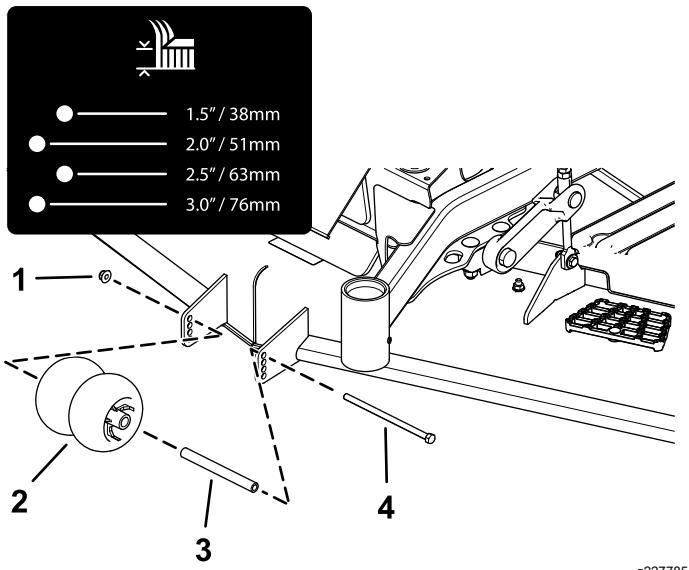
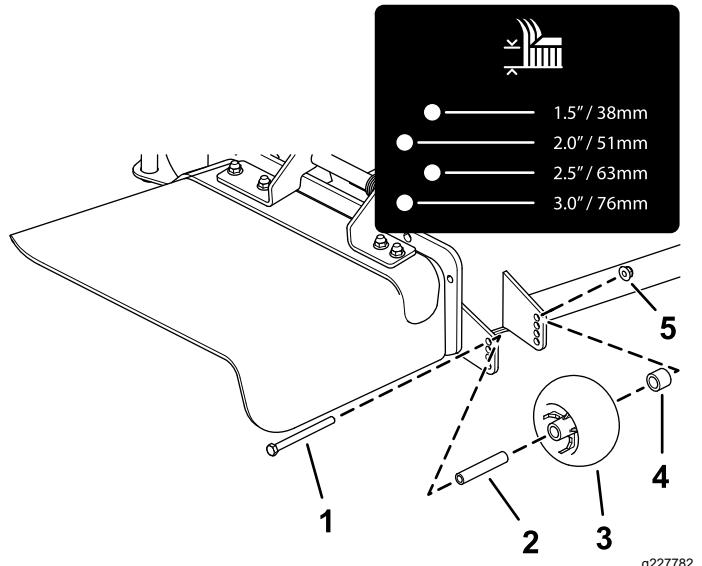

Figure 25
Figure 26
4. Réglez les galets anti-scalp comme montré à la Figure 25, la Figure 26, la Figure 27 et la Figure 28.